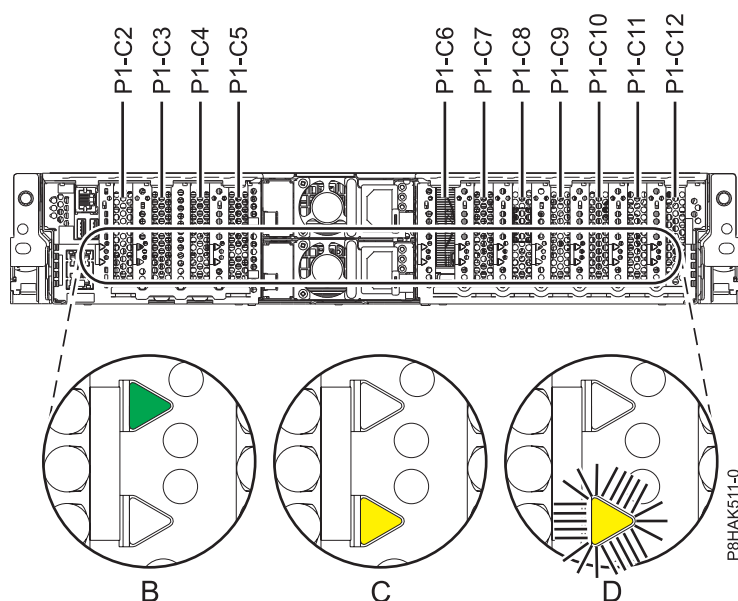

Figura 23. Localizações de ranhuras de adaptadores PCIe e localizações de LEDs no sistema 5148-21L, 5148-22L, 8247-21L, 8247-22L, 8284-21A ou 8284-22A
1. Familiarize-se com a localização das ranhuras de adaptador PCIe e indicadores de assistência para o adaptador PCIe no qual pretende prestar assistência. Os adaptadores PCIe estão instalados na parte posterior do sistema. A Figura 23 apresenta as localizações dos adaptadores PCIe num sistema 5148-21L, 5148-22L, 8247-21L, 8247-22L, 8284-21A ou 8284-22A e as localizações dos díodos emissores de luz (LEDs) para o adaptador PCIe.